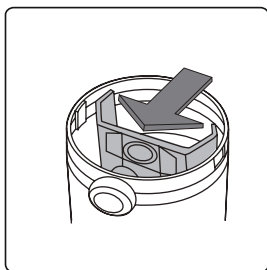
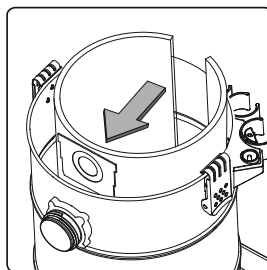

Рис. 7
Рис. 8
4. Опционально, для повышения уровня фильтрации, установите фланец пылесборника на входной патрубке (рис. 7 для VE 162E), (рис. 8 для VE 163E).